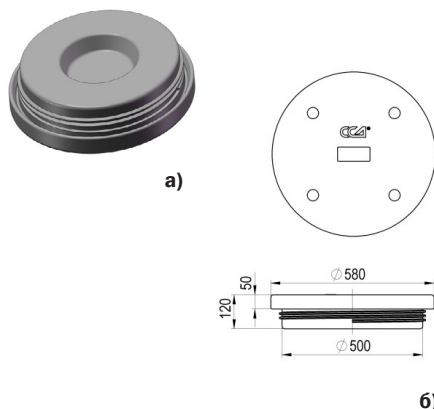

Рисунок 4
3.3 Фиксация крышки с корпусом колодца происходит за счет резьбового соединения (рисунок 4а). Наружная резьба на нижней части крышки колодца показана на рисунке 4б.